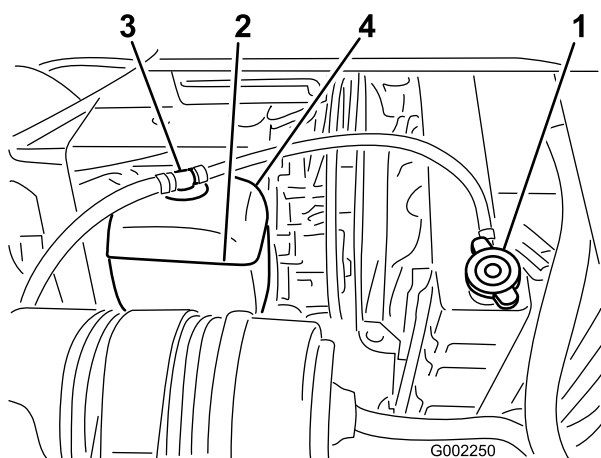

Figura 51
3. Retire cuidadosamente a tampa do radiador e a tampa do depósito de expansão (Figura 51).